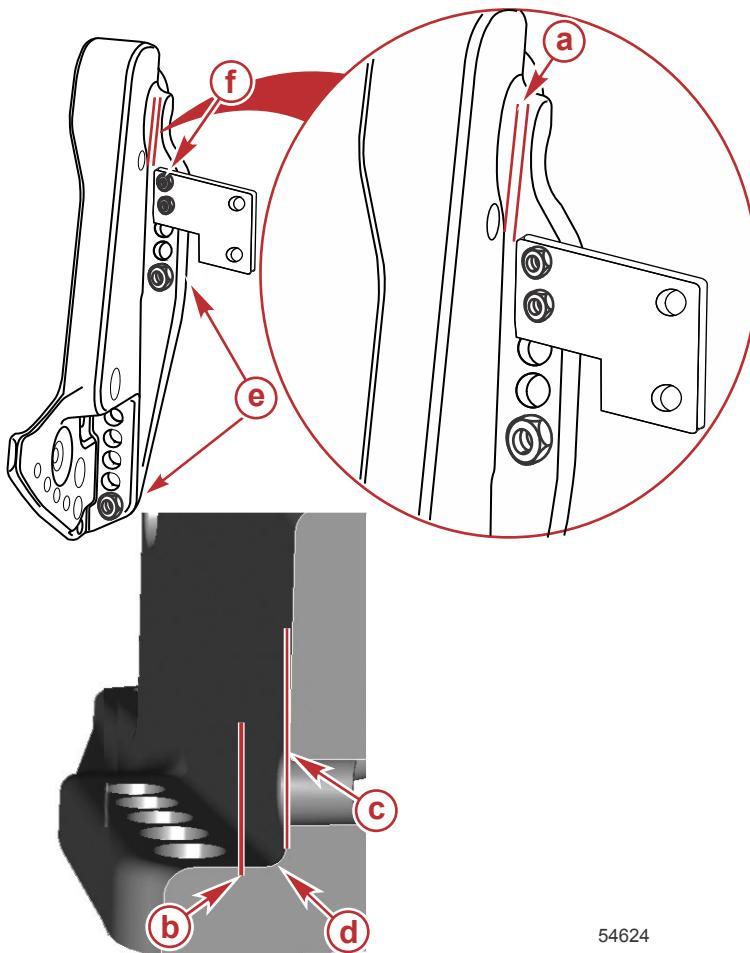

Abbildung 1
Nachdem der Motor entsprechend den Einbauanweisungen am Spiegel oder an der Hubplatte befestigt wurde, kann ein Zubehörteil wie in Abbildung 1 dargestellt unter Verwendung der nicht benutzten Schraubenbohrungen im Spiegelhalter angebracht werden.
- Die Installation darf nicht zu Behinderungen führen, wie beispielsweise eine Zubehörteile-Befestigungsplatte, die sich im Bewegungsradius des Spiegelhalters befindet. Siehe Abbildung 1.